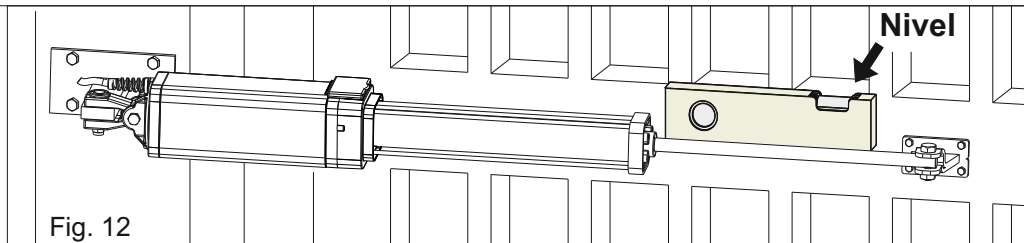
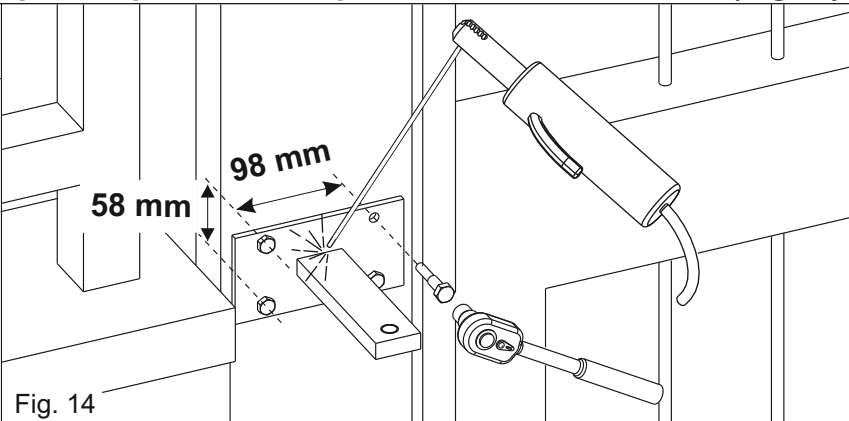

Fig. 12
Fig. 14
- 2 - Para un funcionamiento correcto, es importante instalar el actuador y los soportes delantero y trasero en posición perfectamente horizontal con la ayuda de un nivel, como se muestra en Fig. 12
Según la elección del tipo de apertura (interna o externa) y según la rotación máxima de la hoja, primero se debe cortar el soporte respetando la dimensión « a » de páginas 5 y 6 y luego soldar (Fig. 14) ***El soporte debe ser instalado de manera que el operador esté perfectamente horizontal (Fig.12)***